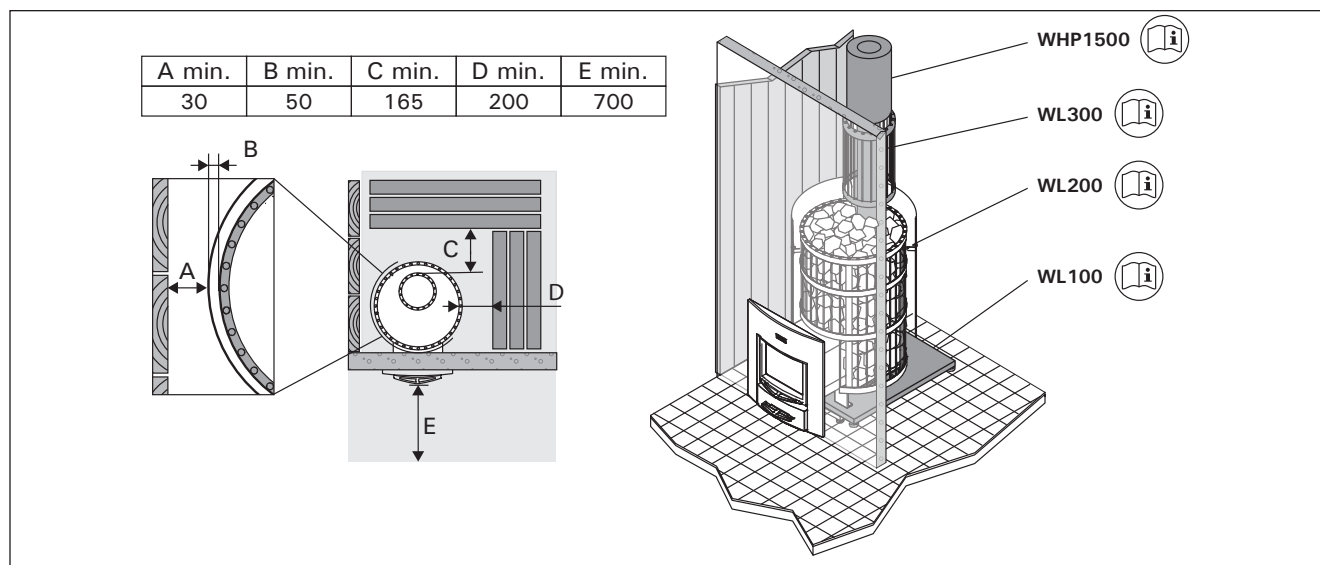

Рисунок 10. Элементы защиты Legend
- **Защитное ограждение для каменки WL200.** На каменке должно быть смонтировано защитное ограждение. Равноценно отдельной защитной крышке. Рис. 10.
- **Защитное ограждение дымовой трубы WL300.** для Legend. Устанавливается вокруг дымовой трубы и заполняется камнями. Подходит как к прямой там и для наклонной дымовой трубе. Рис. 10.